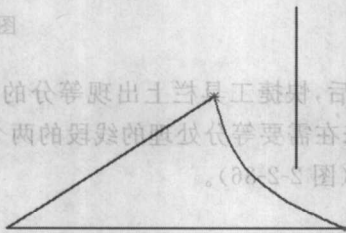

图 2-2-40
(21)  翻转粘贴:选中翻转粘贴工具,单击左键选中一条曲线(或者直线)的一端,此时该线条呈红色,按空格键会改变该线条的方向,每按一次,会沿逆时针方向旋转一次(或者单击鼠标右键,在弹出的菜单里选择想要的旋转方式),得到指定的形状后,移动该线条到指定的位置(点)上即可(图 2-2-40 和图 2-2-41)。